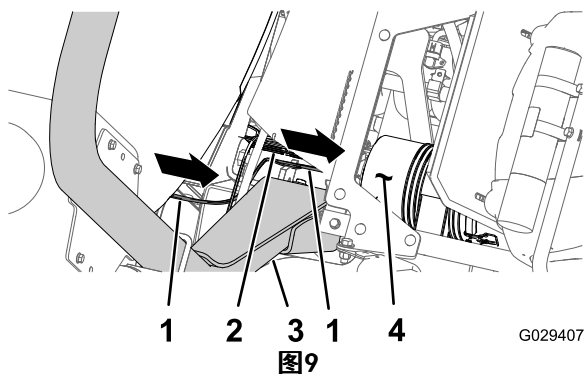
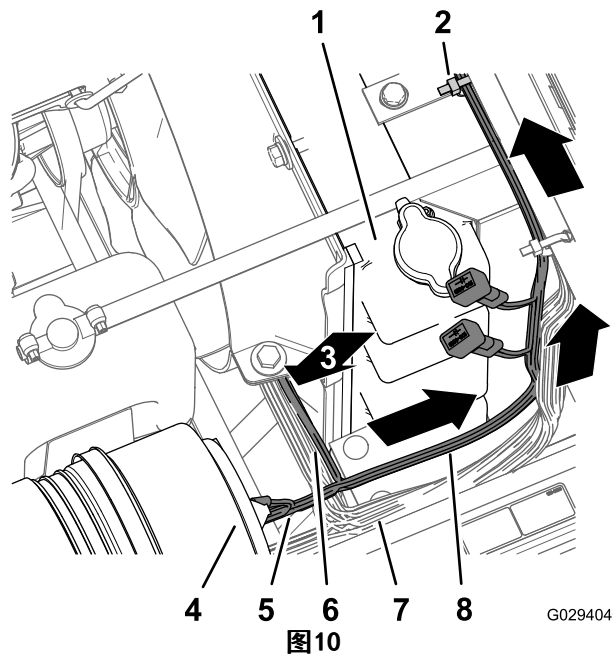

图9
图10
1. 沿着机器的线束，将修整组件线束向前放在 ROPS 保护杆与药缸下角之间，位于发动机空气滤清器的下方（图9 和 图10）。
2. 沿着散热器的右侧，向上安装线束的197cm 发动机舱支管（带环形端子、插座端子和 5 插槽接头），穿过散热器的上方，位于中央控制台底座下方（图10）。